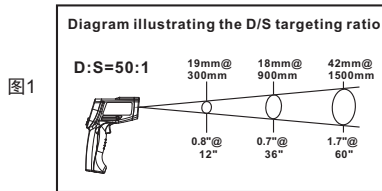

图1
1. 使用本机测量温度时,要注意考虑距离与测量区域大小之间的比率(简称物距比)。当本机与被测物体的距离增大时,测量区域也会相应增大。(本机物距比为50:1,见图1),\*\*\*本机配有定位激光用于瞄准被测物体表面。